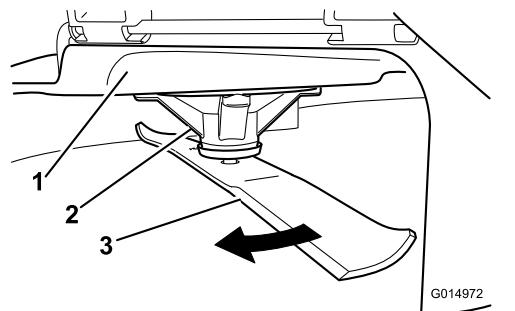

Figure 76
2. Enfilez des gants épais ou utilisez une autre protection adéquate pour les mains, et faites tourner la lame lentement jusqu'à une position permettant de mesurer la distance entre le tranchant et la surface plane sur laquelle se trouve la machine (Figure 76).